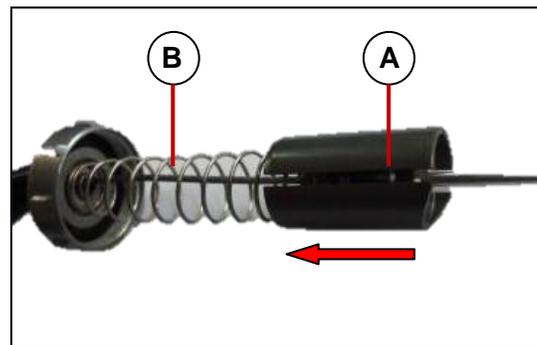

Fig. 8.54
- Comprima el resorte [B] al máximo para poder liberar la cabeza del cable [A]. **Fig. 8.54**